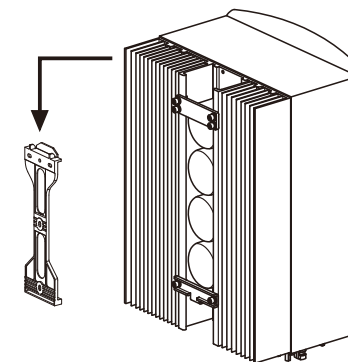

Abbildung 4.5 Wandmontagehalterung
2. Heben Sie den Wechselrichter an (achten Sie darauf, den Rücken nicht zu stark zu belasten), und richten Sie die hintere Halterung des Wechselrichters auf den konvexen Teil der Montagehalterung aus. Hängen Sie den Wechselrichter in die Montagehalterung ein und vergewissern Sie sich, dass der Wechselrichter fest sitzt (siehe Abbildung 4.5).